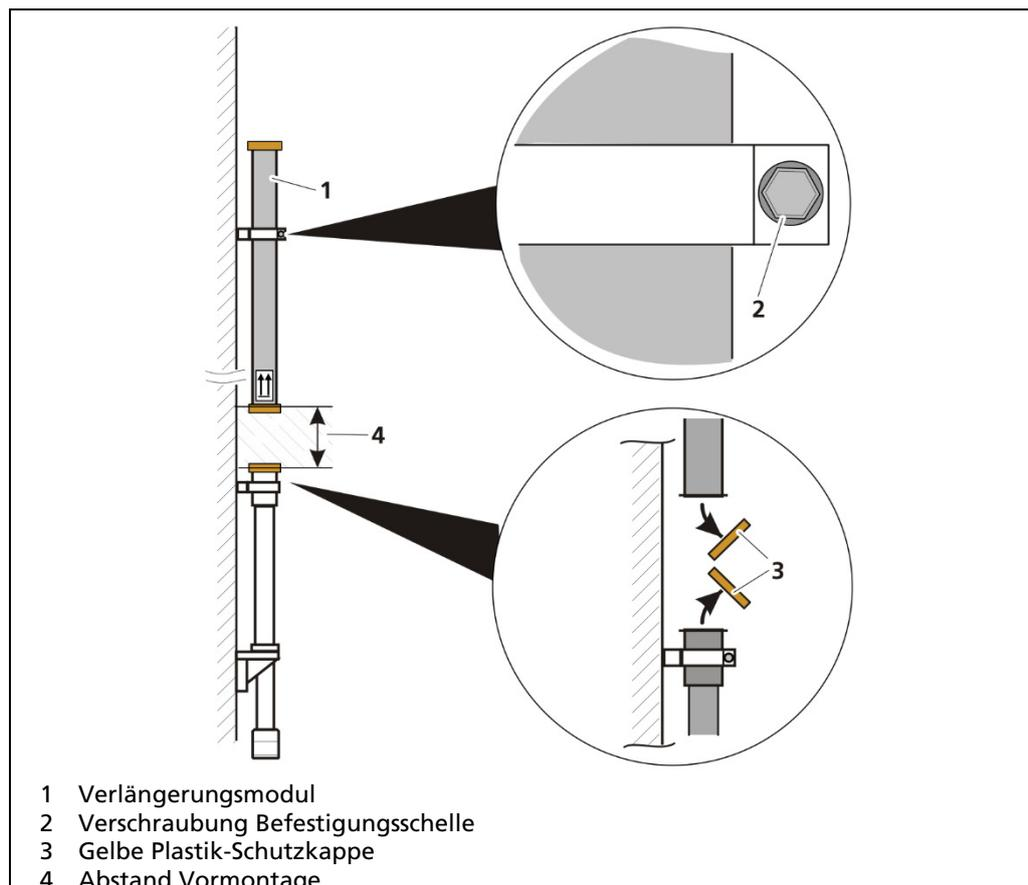

Abb. 16 Verlängerungsmodul installieren
8. Setzen Sie das Verlängerungsmodul (Abb. 16, Pos.1) auf das Basismodul und sichern Sie das Verlängerungsmodul mithilfe der vormontierten Befestigungsschelle (Verschraubung) (Abb. 16, Pos.2).
9. Lösen Sie die Befestigungsschelle (Abb. 16, Pos.2) leicht, heben Sie das Verlängerungsmodul um ca. 20 cm (Abb. 16, Pos.4) an und verschrauben Sie die Befestigungsschelle wieder fest.
10. Entfernen Sie die Plastikschutzkappe (Abb. 16, Pos.3) am Basismodul und an der Unterseite des Verlängerungsmoduls. **Schützen Sie die Modulenden gegen Schmutz und Nässe!**